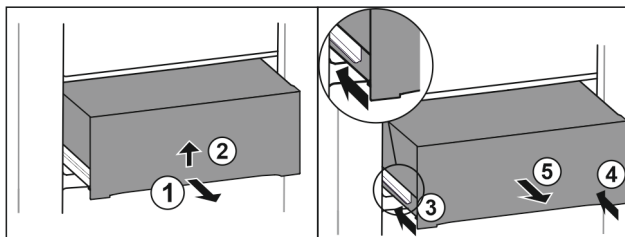

Fig. 64
- ▶ Tirer le tiroir jusqu'à mi-chemin. Fig. 64 (1)
- ▶ Soulevez le tiroir par le bas. Fig. 64 (2)
- ▶ Rentrer le rail de gauche. Fig. 64 (3)
- ▶ Rentrer le rail de droite. Fig. 64 (4)
- ▶ Retirer le tiroir par l'avant. Fig. 64 (5)